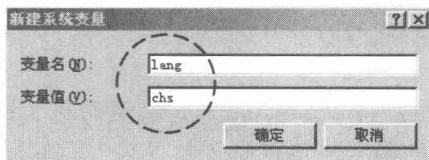

图 1-3 设置环境变量
- 3 单击  按钮，弹出“新建系统变量”对话框，在其中输入变量名 lang 和变量值 chs，如图 1-3 所示。然后依次单击  按钮，完成环境变量的设置。